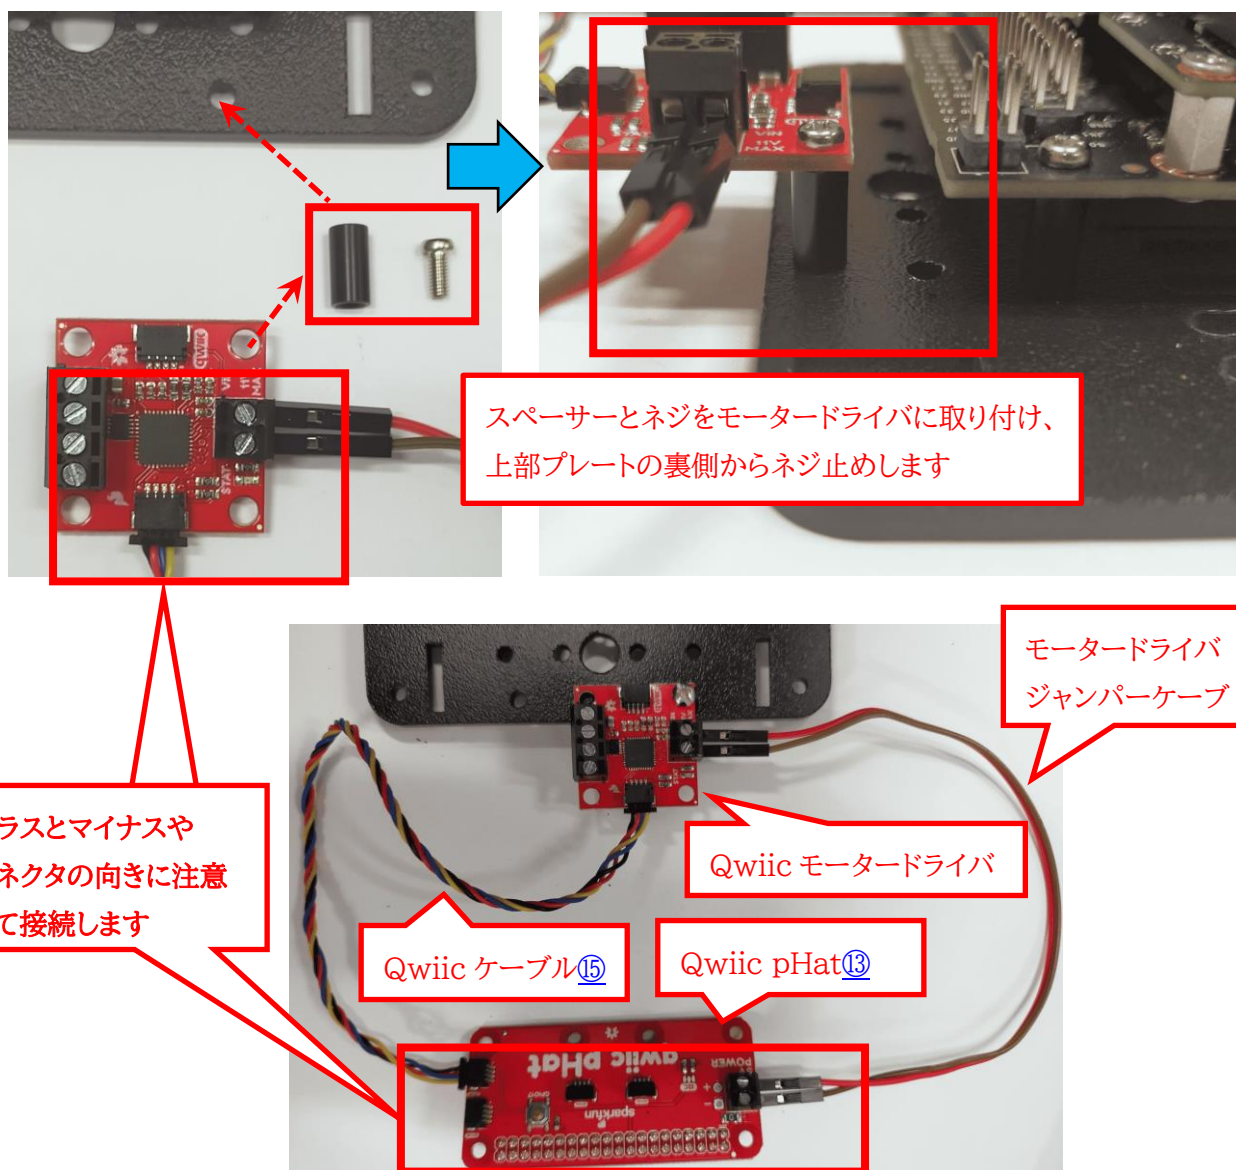

図 2-15 モータードライバと Qwiic Hat 基板の取り付け
Qwiic モータードライバ⑭の電源コネクタにモータードライバジャンパーケーブル⑯を接続します。ジャンパーケーブルの反対側は Qwiic pHat ⑬の電源コネクタに取り付けます。この時、プラスとマイナスを間違えないように取り付けます。また、Qwiic ケーブル⑮も図 2-15 の下図のようにモータードライバと Qwiic pHat に接続します。モータードライバはスペーサー⑰とネジ⑱でモータードライバ後方部に図 2-15 の上図のように取り付けます。